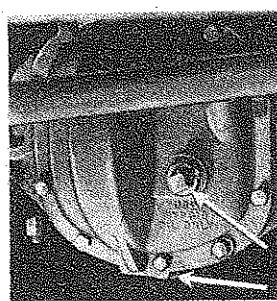

Fig. 14
- i. Kontroller oliestanden i differentialeerne og fyld op, hvis det er nødvendigt. Olien skal nå til påfyldningshullets kant. (fig. 14)
- c. Skift olien i differentialerne (olie varm, se ovenfor) (se fig.14).